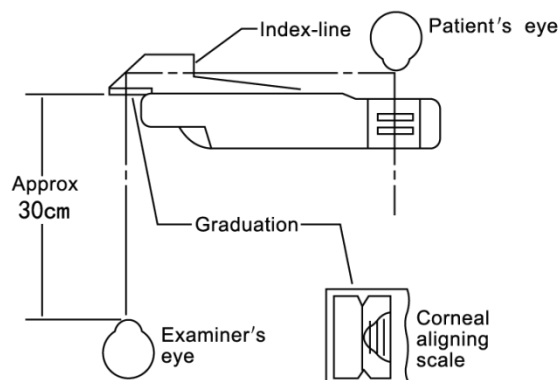

Figura 25
Gire la perilla del apoyo para la frente ⑨ para ajustar la posición del reposacabezas ⑳. Después de colocar la frente del paciente cerca del reposacabezas ㉑, mire a través de la abertura de alineación corneal ㉒ desde unos 30 cm de distancia. Mire el vértice de la córnea del paciente (Figura 25) después del puntero de la apertura del examen, el punto más alto de la apertura de alineación corneal. ㉒ se alinea con la línea más larga de la escala. La línea más larga en la apertura significa que la distancia de medición es de 13,75 mm, que es la distancia estándar de uso de gafas. Se proporcionan tres líneas más cortas a una distancia igual de 2 mm de la línea más larga. Si el vértice de la córnea del examinado se coloca en la segunda línea más corta desde la línea más larga, la potencia de la lente debe ser el valor medido cuando las gafas se colocan a 17,75 mm del vértice de la córnea (valor estándar 13,75 mm + valor de corrección del segundo línea 4 mm = 17,75 mm). Si la distancia real de uso de las gafas es diferente del valor estándar (13,75 mm), la corrección debe realizarse de acuerdo con la Tabla 1 y la Tabla 2.